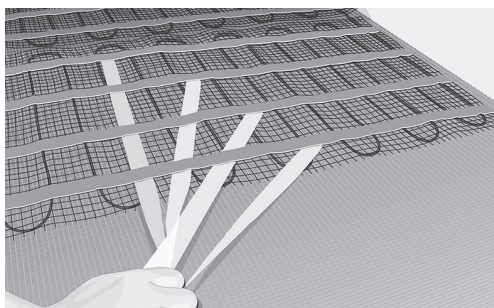

Fig. 8. Fjern bagsiden af tapen, og fastgør måttebanerne
12. Når måtten/måtterne er placeret i overensstemmelse med tegningen og godt tilpasset gulvfladen, skal måttebanerne fastgøres til gulvet ved at fjerne bagsiden af den dobbeltklæbende tape og trykke tapen ned. Fortsæt proceduren, indtil hele måtten er fastgjort (fig. 8).